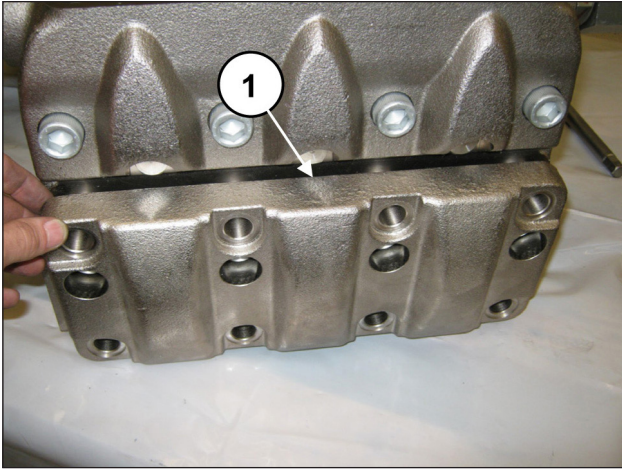
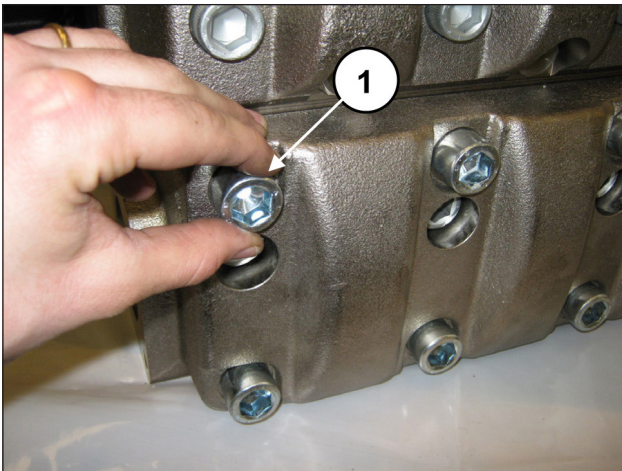

Abb. 158
Abb. 159
Bringen Sie nach Montage der Saugventilgruppen den Saugventildeckel an (Pos. ①, Abb. 158) und ziehen Sie die 8 Schrauben M18x65 fest (Pos. ①, Abb. 159).